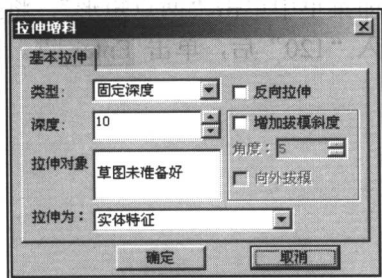

图 0-6 “拉伸增料”对话框
(1) 单击屏幕左上部的“拉伸增料”按钮, 系统弹出“拉伸增料”对话框, 如图 0-6 所示。